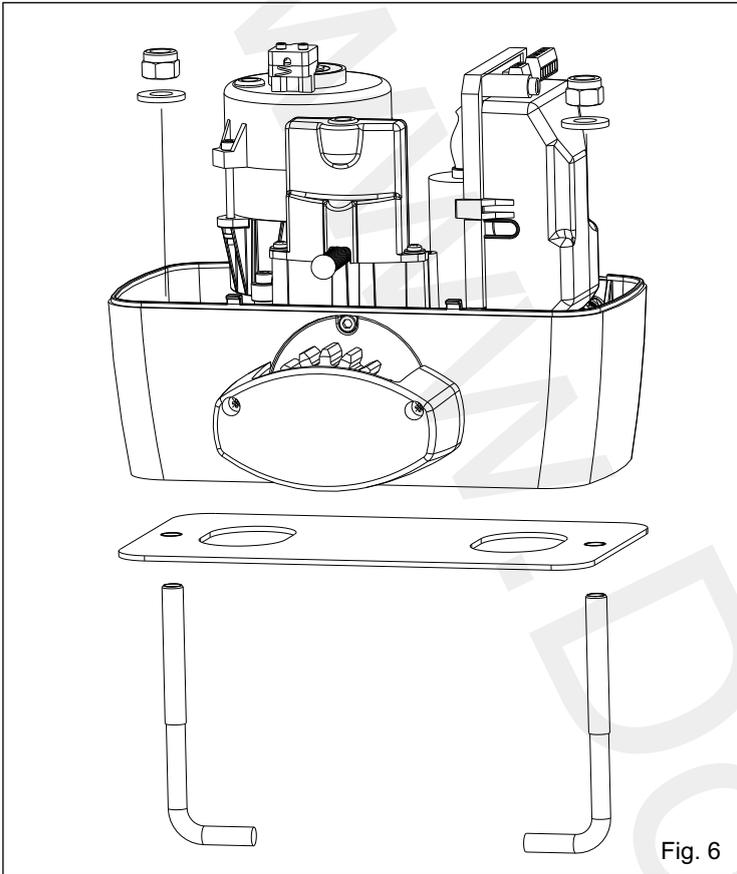

Fig. 6
4.2. Fijar el motoreductor a la placa de fundacion mediante los dos dados en dotacion regulando la posicion lateral (Fig. 6) para respetar las medidas citadas en la figura (Fig. 3).